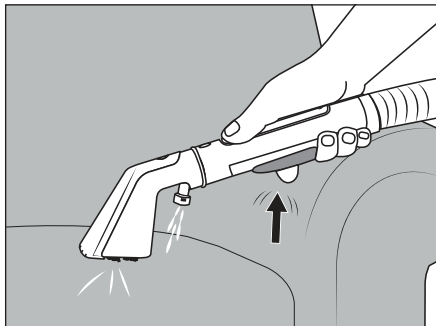

Abb. 6
(1) Achten Sie darauf, dass beim Betrieb des Geräts die Saugöffnungen ⑳/㉑ der Polsterdüse ㉒ bzw. der Fugendüse ㉓, nicht blockiert werden. Eine Blockade kann durch herumliegende, lose Gegenstände, Fusseln, Haare o. Ä. verursacht werden. Dies kann dazu führen, dass die Polsterdüse ㉒ bzw. die Fugendüse ㉓, beschädigt werden und nicht mehr ordnungsgemäß funktionieren. (2) Überprüfen Sie vor der Reinigung von Polstern/Teppichen das Herstelleretikett auf besondere Pflegeanweisungen. Das Gerät ist nicht geeignet für empfindliche Textilstoffe (z. B. Seide, Leder, Flokati etc.). (3) Testen Sie bei der Verwendung von Reinigungsmitteln (Essigreiniger und Polsterreinigungsmittel) die Farbechtheit. Beginnen Sie die Reinigung mit dem Gerät immer zuerst an einer unauffälligen Stelle. (4) Das Gerät muss vor dem Betrieb ordnungsgemäß montiert sein und der Frischwasserbehälter ② muss befüllt sein. (5) Schalten Sie das Gerät aus, bevor Sie die Polsterdüse ㉒ und die Fugendüse ㉓ miteinander wechseln. (6) Ist der Schmutzwasserbehälter ㉔ voll, schließt der Schwimmer ㉕ die Saugöffnung und das Gerät läuft mit erhöhter Drehzahl. Schalten Sie das Gerät sofort aus (siehe Kapitel **Schmutzwasserbehälter reinigen**).
- ◆ Halten Sie die Polsterdüse **22** 2-3 cm über den zu reinigenden Bereich. Betätigen Sie die Sprühtaste **20**, um Wasser/Reinigungslösung aus der Sprühdüse **26** aufzutragen (siehe Abb. 6).